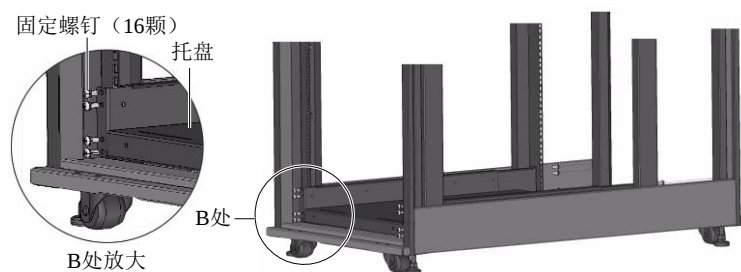

图2-8 托盘安装
2. 将托盘安装在机架底部 1U 至 2U 空间处相应位置，如图 2-8 所示。